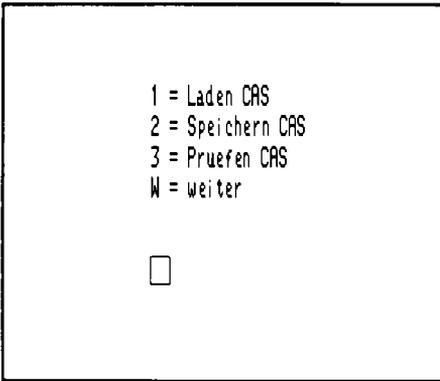

Abb. 5.2.8 Das sind alles Fähigkeiten des NDR-Klein-Computers, die Sie noch kennenlernen werden
2. Die Taste „CR“ wird gedrückt. Damit sagt man dem Rechner, daß die Eingabe beendet ist und daß man wünscht, daß der Befehl ausgeführt werde. Die Eingabe von „w“ steht für „weiter“. Gemeint ist, daß das nächste Menü ausgegeben werden soll. *Abb. 5.2.8* zeigt den neuen Bildschirminhalt.